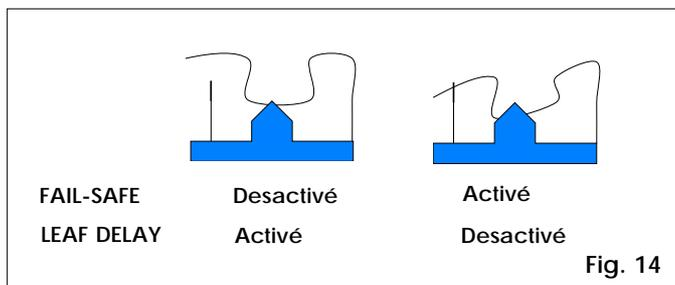

Fig. 14
- ⑥ **Potentiomètre TEMPORISATION:** Potentiomètre de réglage de la temporisation de pause (logiques A/S/AD). La temporisation est réglable de 0 à 240 secondes.
- ⑦ **Potentiomètre OUV./FER.:** Potentiomètre de réglage du temps d'ouverture/fermeture. Le temps est réglable de 0 à 120 secondes.
- ⑧ **Potentiomètre DÉCAL.:** Potentiomètre de réglage du retard de vantail en fermeture. Le temps de retard est réglable de 0 à 28 secondes.
- ⑨ **Micro-interrupteurs de programmation**
- ⑩ **Fusible F1 5x20 5 A/250 V type à retardement (alimentation moteurs)**
- ⑪ **Fusible F2 5x20 800 mA/250 V type à retardement (alimentation accessoires)**
- ⑫ **Fusible F3 5x20 1,6 A/250 V type à retardement (alimentation électroserrure)**
- ⑬ **Fusible F4 5x20 250 mA/250 V type à retardement (alimentation transformateur)**
- ⑭ **Barrette pour activer/désactiver le Fail-Safe (Fig. 14).**
- ⑮ **Barrette pour activer/désactiver le retard du vantail en cours d'ouverture (Fig. 14).**